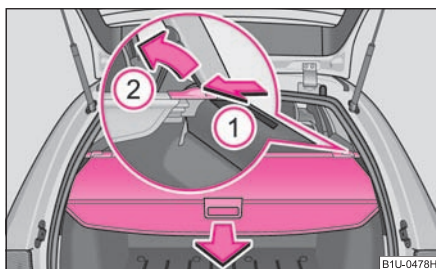

Fig. 72 Maletero: Sacar la cubierta enrollable del maletero
- Tire de la cubierta enrollable de maletero en sentido de la flecha ⇒ fig. 72.
- Para el transporte de equipaje voluminoso se puede desmontar la cubierta enrollable del maletero, presionándola para ello en el lado de la barra transversal en dirección de la flecha ① y retirando la cubierta en dirección de la flecha ② ⇒ fig. 72.